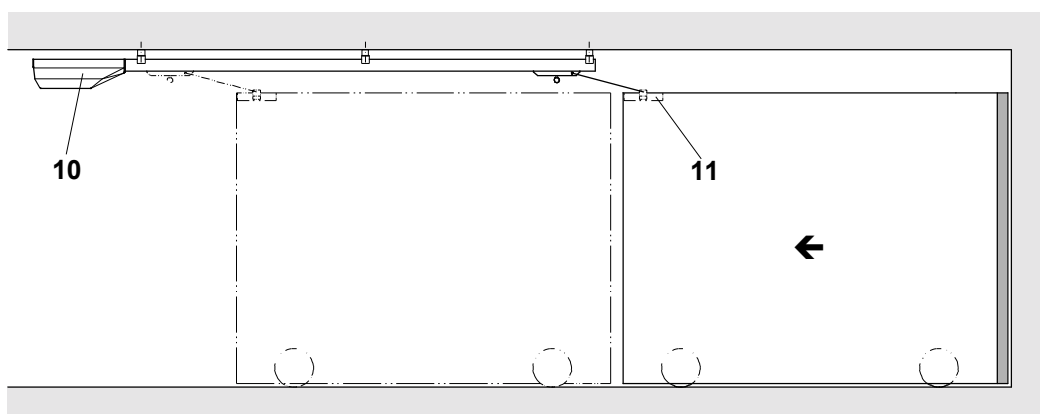

Fig. 3
B) Antriebskopf (10) hinter dem geöffneten Tor. Fig. 3